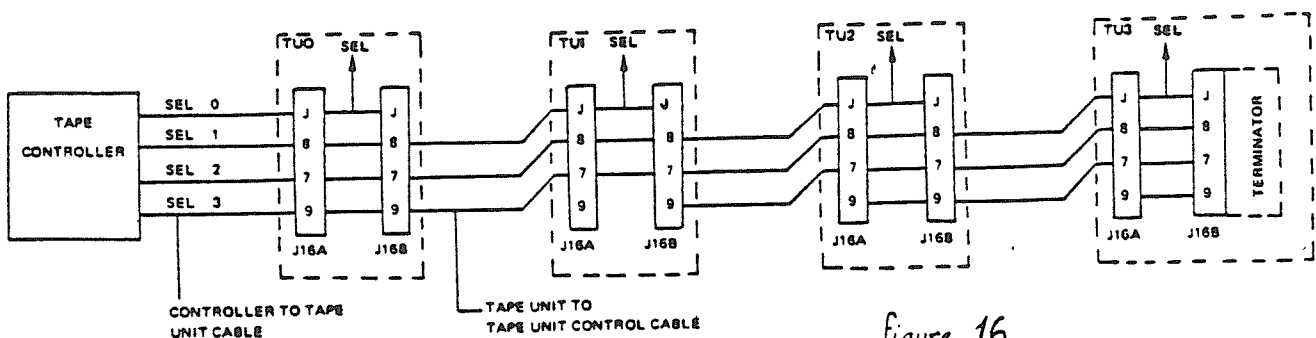

Figure 16
- Principe de la sélection d'unité: par décalage des fils de sélection issus du formateur dans les câbles de chaînage (fig 16)